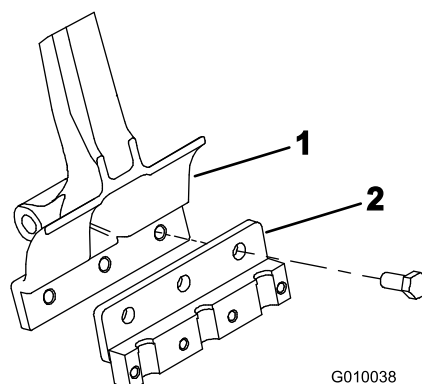

Figura 22
2. Monte un portataladros en cada brazo de taladro con 3 pernos de 1/2 x 1-1/4 pulgada (Figura 22). Apriete los pernos a 101,6 Nm.